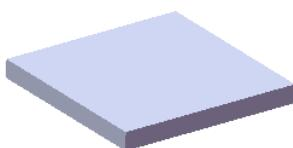
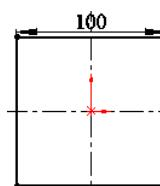

图 17.9.3 凸台一拉伸 1
图 17.9.4 横断面草图
Step2. 创建图 17.9.3 所示的零件基础特征——凸台一拉伸 1。选择下拉菜单 **插入(I)** → **凸台/基体(B)** → **拉伸(E)...** 命令；选取前视基准面作为草图平面，绘制图 17.9.4 所示的横断面草图。采用系统默认的深度方向；在 **方向1** 区域的 **下拉列表** 中选择 **两侧对称** 选项，在 **D1** 文本框输入深度值 10.0。单击 **确定** 按钮，完成凸台一拉伸 1 的创建。